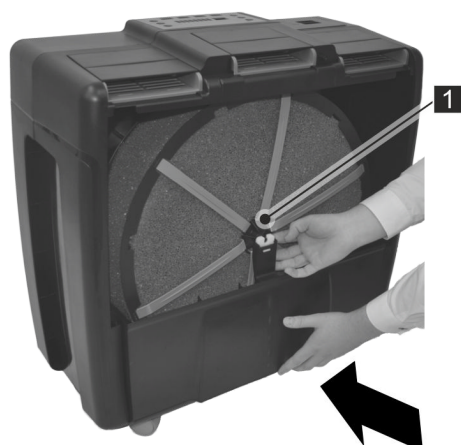

Abb. 18: Filtertrommel fixieren
3. ➔ Wasserbehälter festdrücken und dabei die Nabe der Wassertrommel mit der Aufnahme des Tanks (Abb. 18/1) fixieren.